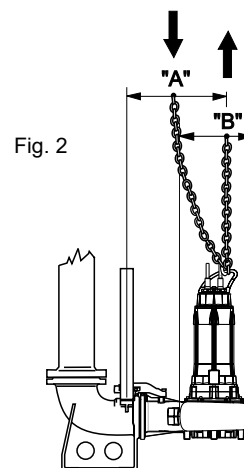

Fig. 2
- 1.5. - Si vous voulez retirer l'électropompe de son emplacement, débrancher avant tout les câbles électriques du tableau de commande, puis soulever en respectant les instructions de la page 10 (Fig. 2). Laver la pompe avec un jet d'eau propre, aussi bien à l'intérieur qu'à l'extérieur, en éliminant tout résidu du liquide véhiculé; ne pas oublier de mettre des lunettes de protection, un masque et un tablier imperméable.